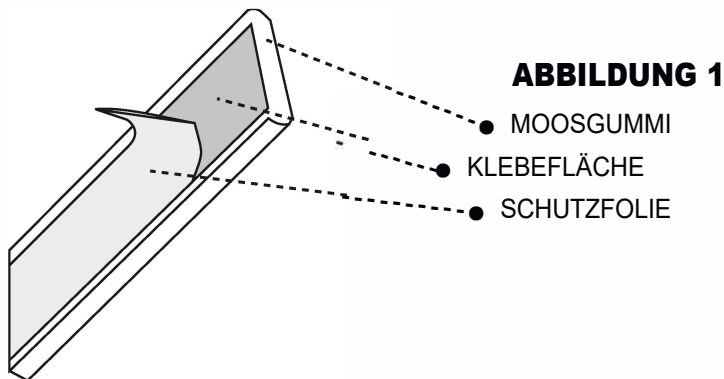

ABBILDUNG 1
2. Entfernen Sie die Schutzfolie von der Klebefläche des Moosgummis (siehe Abbildung 1).